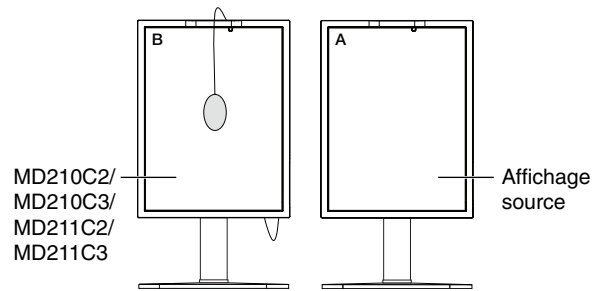

Figure C.2
7. Pour confirmer les points blancs de l'écran B, retirez le capteur de couleur USB de l'écran A source et placez-le au centre de l'écran B (Figure C.2). Pour ignorer la confirmation de points blancs, sur l'écran B appuyez sur SELECT pour passer à l'étape 9 et effectuer la MISE AU POINT FINE.